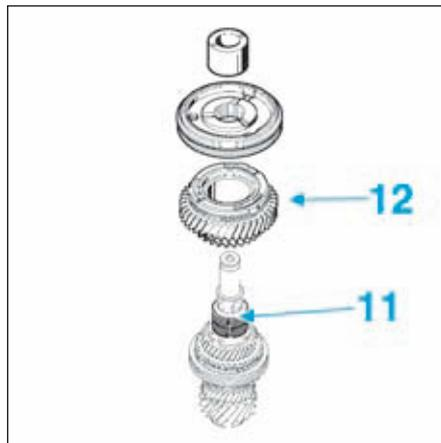

FIG.31
- Mettre en place la cage à aiguilles (11) puis poser le pignon fou de 2° (12) (Fig.31).